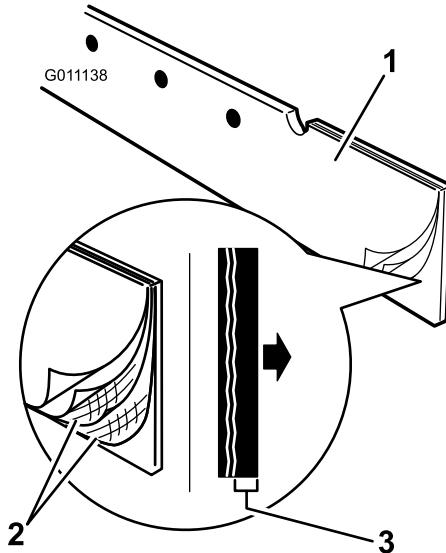

Bild 5
6. Richten Sie den Abstreifer so aus, dass die Gummikante noch vorne und der faserverstärkte Teil des Querabschnitts nach hinten zeigt (**Bild 5**).